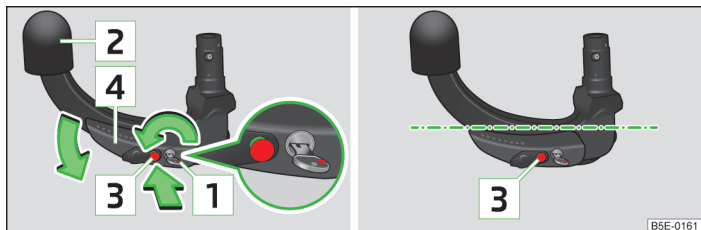

Abb. 103 Bereitschaftsstellung einstellen / Bereitschaftsstellung
- Den Schlüssel drehen, sodass seine rote Markierung **1** » Abb. 103 sichtbar ist.